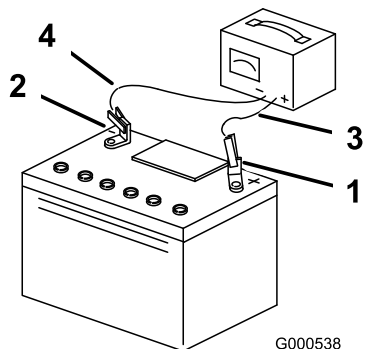

Figure 39
4. Quand la batterie est chargée au maximum, débranchez le chargeur de la prise, puis débranchez les fils du chargeur des bornes de la batterie (Figure 39).